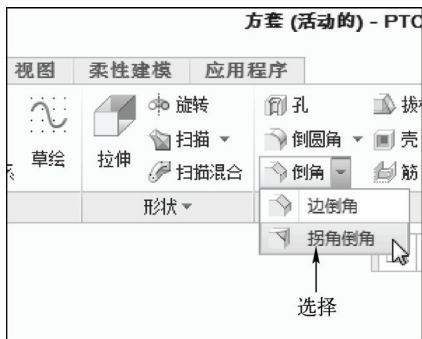

图 6-145 选择“拐角倒角”选项
STEP 02 在功能区选项板的“模型”选项卡中,单击“工程”面板中“倒角”右侧的下拉按钮,在弹出的列表中选择“拐角倒角”选项,如图6-145所示。